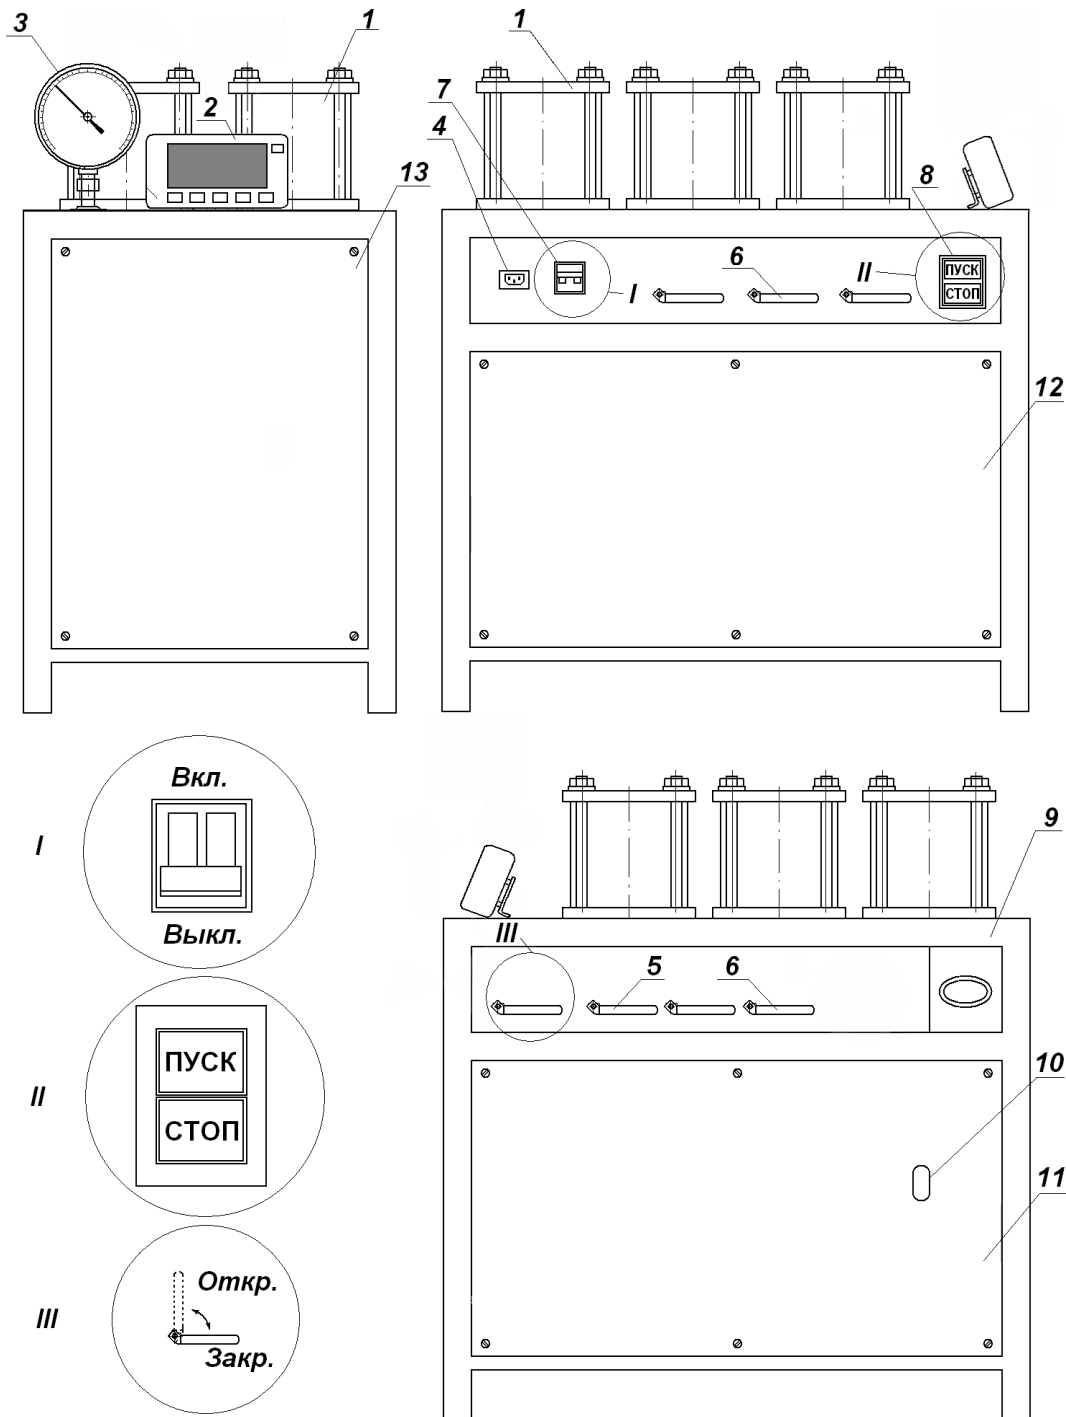

Рисунок 1 - Схема установки для испытания бетона на водонепроницаемость УВБ-МГ4 (УВБ-МГ4.01).
На боковых панелях стола смонтированы запорные вентили, автоматический выключатель, кнопки «Пуск», «Стоп» и заливная горловина. На верхней панели стола расположены блок управления и штуцер для подключения манометра (рис.1).
2.2.4 Установить блок управления на кронштейн рядом с манометром (см. рис. 1).